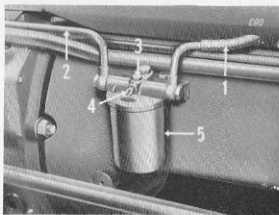

Fig. 38 Bränslerenare
Rengör bränslerenaren en gång varje månad. Tag bort renarhuset (5, fig. 38) efter att ha lossat fästskruven (3). Tag upp filtrörinsatsen och sätt igen dess båda ändar med lämpliga proppar. Borsta av insatsen med en mjuk borste (ej av metall) och rent bränsle, och skölj den sedan flera gånger i rent bränsle. Rengöringsvätskan får endast gå genom filten till renarens inre.
Lossa luftningsskruven (4, fig. 38) på bränslerenaren. Skruva inte ur den helt. Låt bränsle rinna ut, tills det är helt